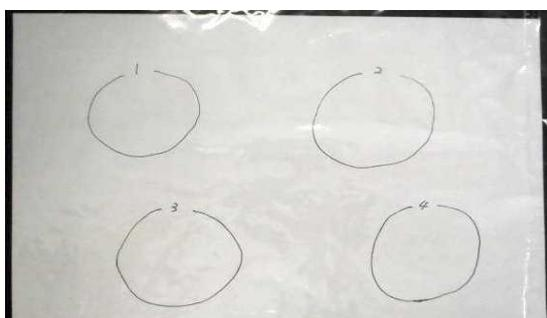

図6 1～4の区画作成
- ⑥ 10分後、まず1～4のマイクロチューブを取り出し、5～8のチューブは保温を続ける。
- ⑦ 図6のように、上質紙に1～4の区画を記入し、その上にラップを重ねる。